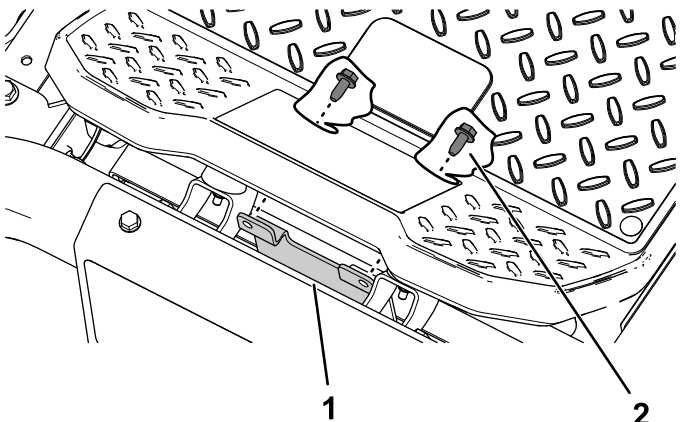

Bild 2
2. Wenn Sie eine Maschine mit einer **MyRide™ Plattform haben**, montieren Sie die vordere Lampenhalterung mit den zwei vorher entfernten Gewindeschrauben (5/16" x 3/4"), wie in **Bild 2** abgebildet.